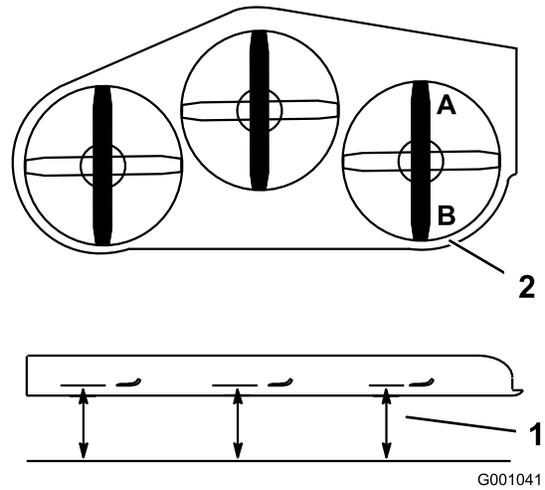

Bild 84
2. Stellen Sie ein Messer in Längsrichtung. Messen Sie an den Stellen **A** und **B** von einer ebenen Oberfläche bis zur Schnittkante der Messerspitzen (Bild 84).